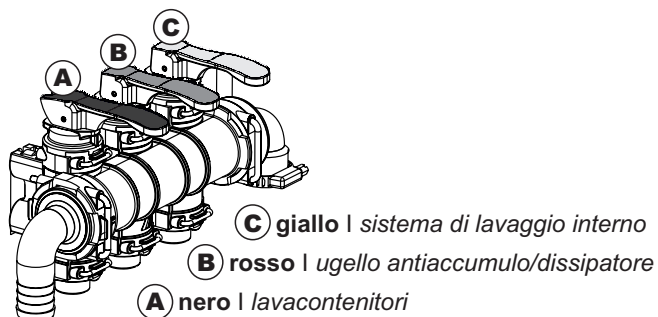

Fig. 5
- **A COPERCHIO CHIUSO**, introdurre circa cinque litri d'acqua sollevando la **leva gialla (C, Fig. 5)**;
- Tenendo **BEN FERMO** il contenitore, azionate il getto alzando la **leva nera (A, Fig. 5 + Fig. 6b)** per effettuare il lavaggio del contenitore stesso.
- Alzate di nuovo la **leva gialla C** (Fig. 5) per immettere la quantità di acqua necessaria per una corretta premiscelazione.
- Abbassate la **leva gialla C** (Fig. 5).
Alzate tutte e tre le leve (A, B e C, Fig. 5): in questo modo tutti gli ugelli entreranno in funzione per eseguire il lavaggio delle pareti interne.
A questo punto interrompete qualsiasi flusso di acqua all'interno del Mixer abbassando **tutte e tre le leve (A, B e C, Fig. 5).**